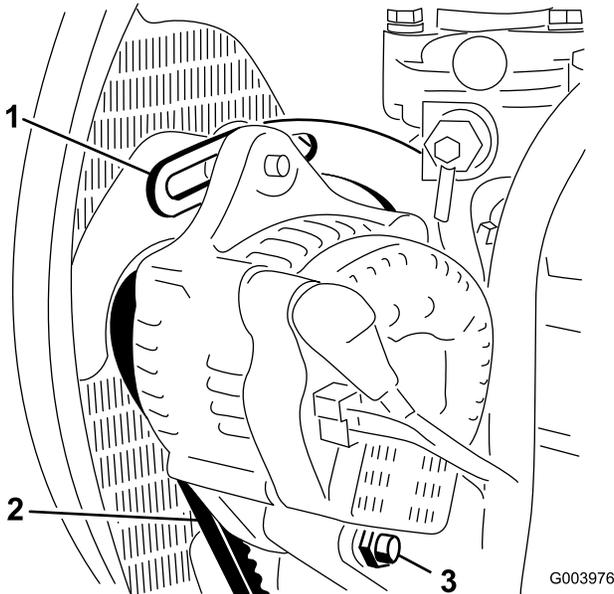

図 70
2. オルタネータ側プーリとクランクシャフト側プーリ間の中央部でオルタネータベルト(図70)を指で10 kg程度の力で押し、ベルトの張りを点検する。
3. ブレースをエンジンに固定しているボルト(図70)と、オルタネータをブレースとピボットボルトに固定しているボルトをゆるめる。